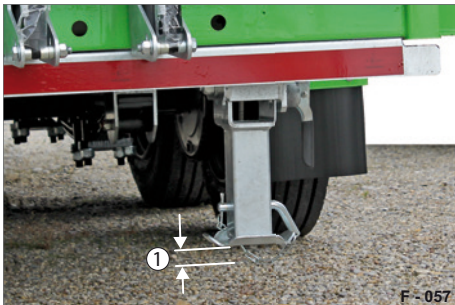

Abb. 41 Stützfüße eingestellt
- ▶ Prüfen Sie nach dem Abklappen und ggf. Verstellen der Klappstützen, das noch ein Luftspalt (Abb. 41/1) zwischen Untergrund und Stellfuß-Platte verbleibt.